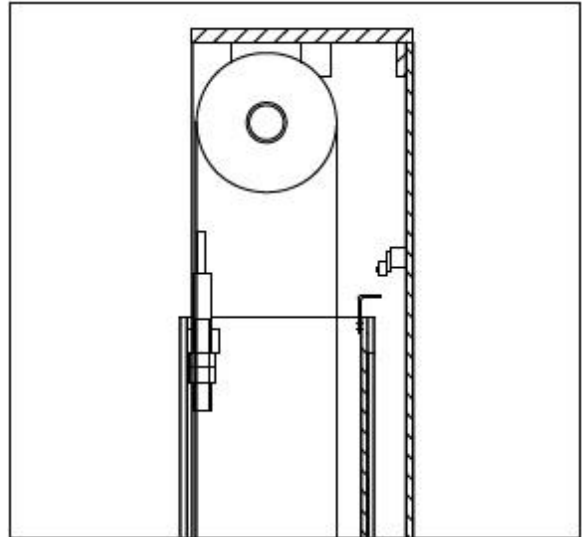

Рис. 14
- При достижении максимальной высоты подъема сработает концевой выключатель. Рис. 14
- Если движение кареток выходит за рамки возможной высоты подъема, в верхней части командной стойки находится концевой выключатель, который приводится в действие рычагом (Рис. 14) на каретке главной стойки. В случае несрабатывания первого концевых выключателя, через 3 секунды сработает второй выключатель.